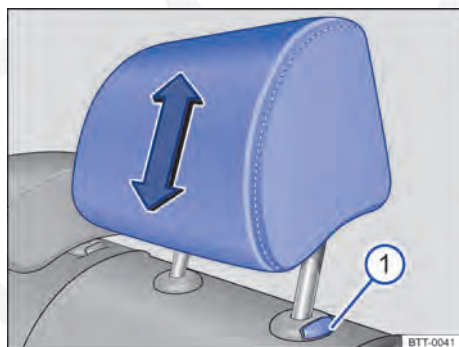

Fig. 70 Desinstalar o apoio para cabeça traseiro.
- Retirar o apoio para cabeça com o botão ⇒ Fig. 70 ① totalmente pressionado.